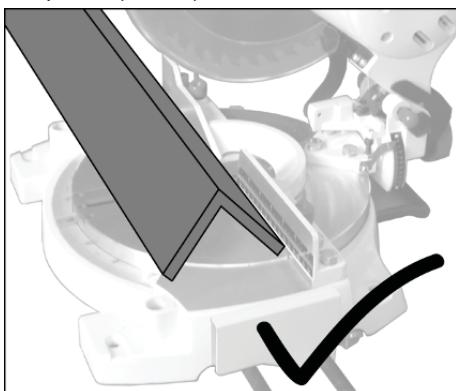

Рис. 5
- Профіль слід пилляти так, аби диск спочатку проходив через найменший перетин (Рис. 5).